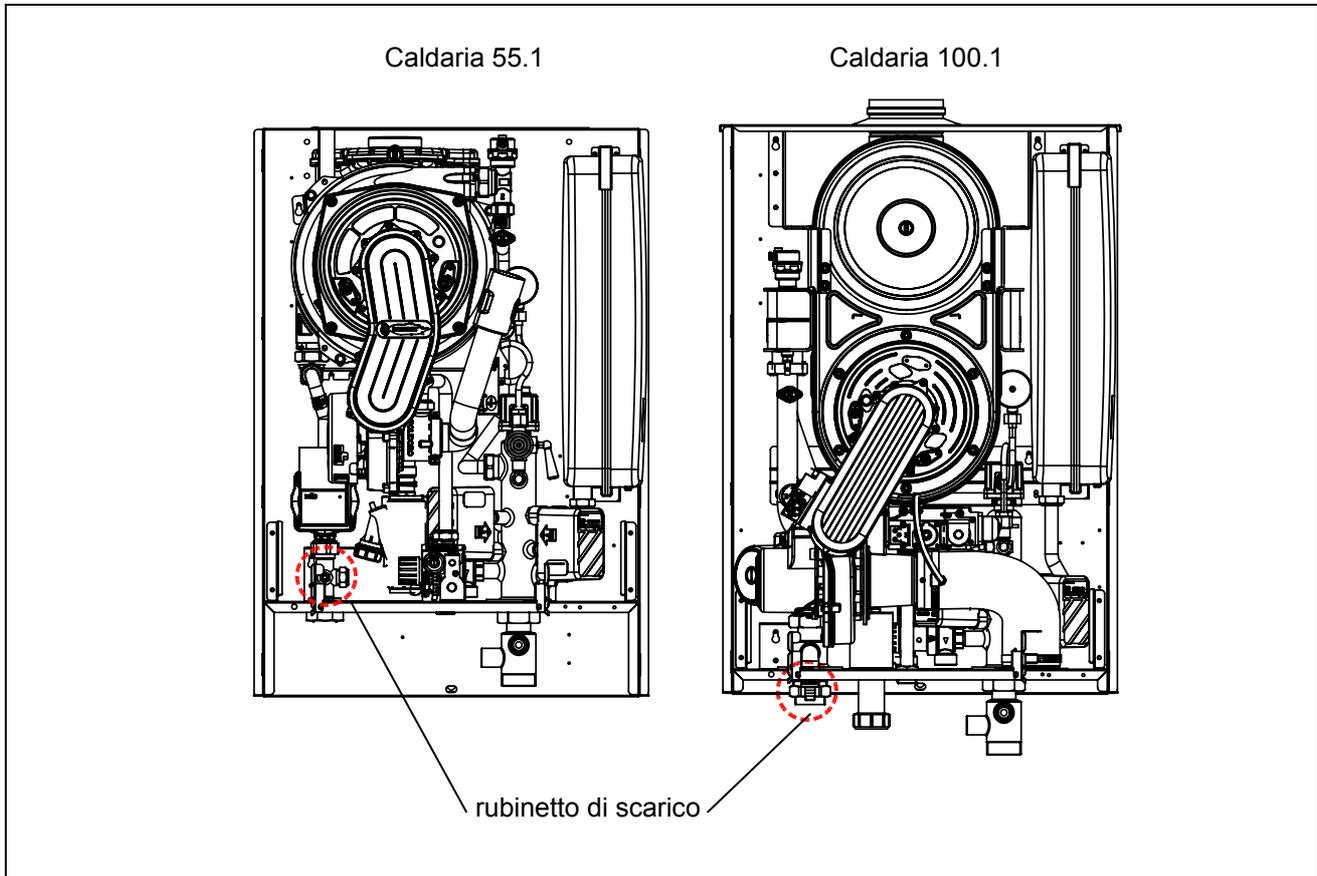

Figura 29 - POSIZIONE RUBINETTO DI SCARICO
- 5) ruotare il rubinetto di scarico dell'impianto (Figura 29);